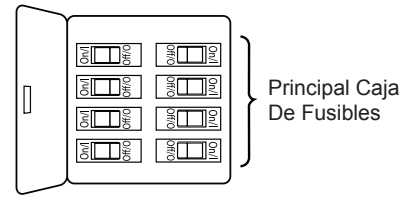

Figura 1
1. Coloque las palas a través de las ranuras en la cubierta del motor y fije la unidad del motor usando los tornillo de cabeza dentada #8-32 y las arandelas de plana. Asegúrese de que los tornillos fijan adecuadamente las palas al centro del motor estando éstas colocadas correctamente. (Figura 1)
1. Extraiga la pieza de la bola colgante de la unidad de la bola colgante / varilla aflojando el tornillo de presión de la bola colgante hasta que la bola se libere de la varilla. Retire el pasador del barral y luego extraiga la semiesfera. Conserve el pasador y la semiesfera para su reinstalación en el Paso 6. (Figura 1)
Para evitar una posible descarga eléctrica, asegúrese de cortar la alimentación eléctrica de la caja de fusibles principal antes de colgar el ventilador. (Figura 1)
1. Para configurar el código de unidad del receptor. Deslice los interruptores de código a las mismas posiciones que en el transmisor. (Figura 1)